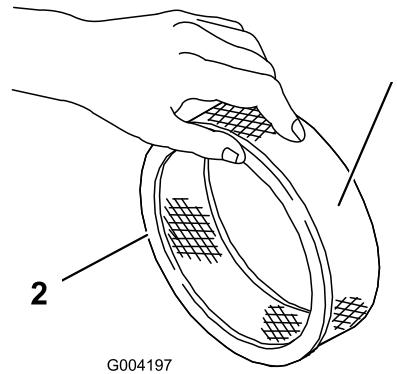

図 17
- ペーパー・フィルタに汚れや油汚れ、ゴムシールの傷がないか点検する(図 17)。
- ペーパー・エレメントにスポンジ・エレメントを注意深く取りつける(図 17)。